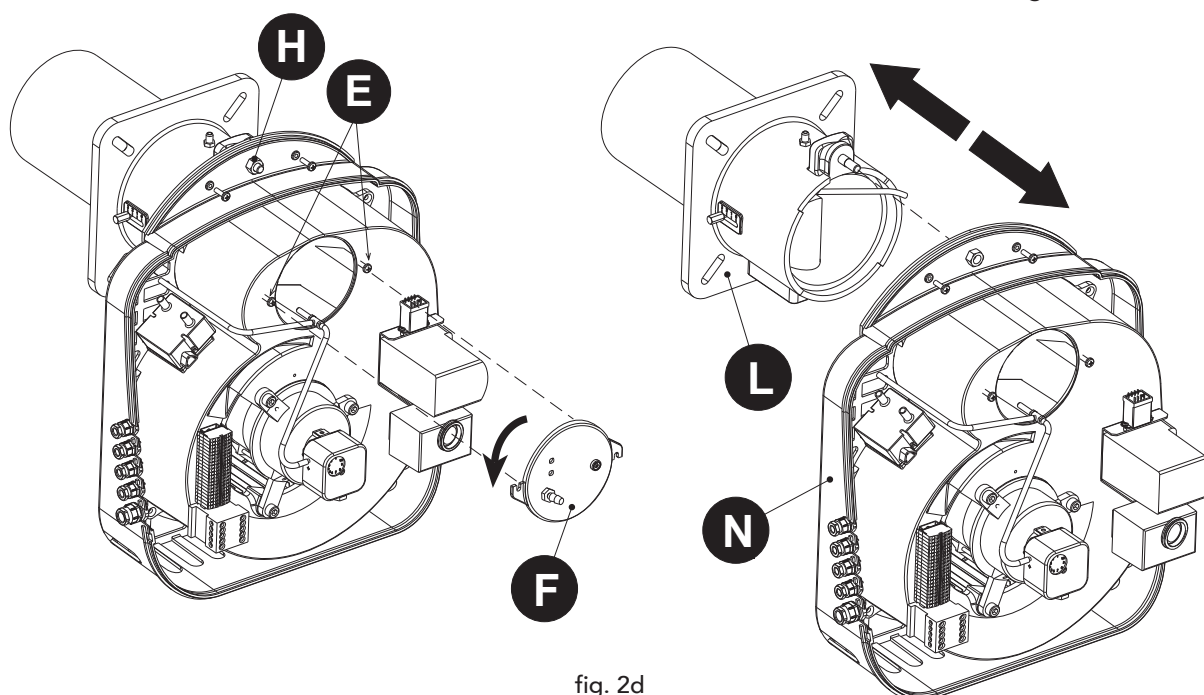

fig. 2d
- 3) Desserrer les vis "E". Tourner et déposer le couvercle "F". Dévisser l'écrou "H" et séparer le corps du brûleur "N" de la bride/embout "L" (fig. 2d).